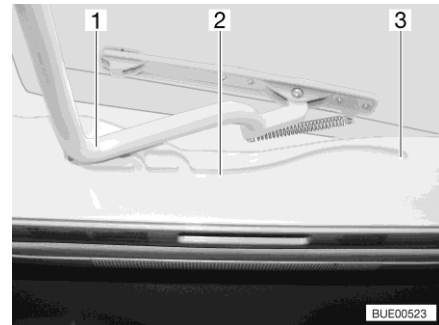

Bild 88 Spår (Heki-taklucka)
- Dra in bygel (Bild 88,1) i spåret (Bild 88,2) till den bakersta positionen (Bild 88,3).
- Tryck bygel (Bild 88,1) lätt uppåt med båda händerna.
- Drag bygel till önskad position i spåret (Bild 88,2).